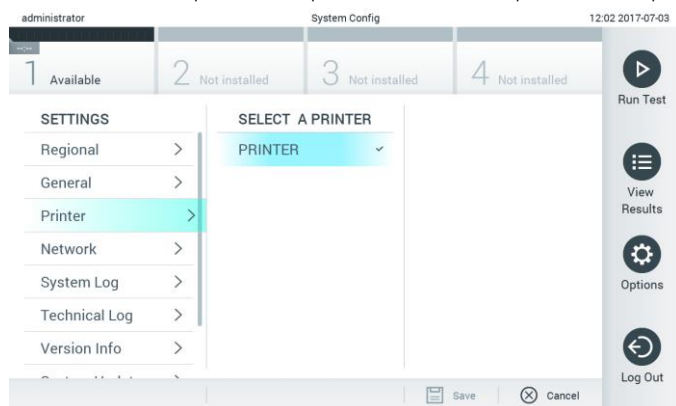

Figura 61. Selecionando uma impressora para o sistema.
3. Selecione uma impressora a partir da lista de impressoras disponíveis (Figura 61).